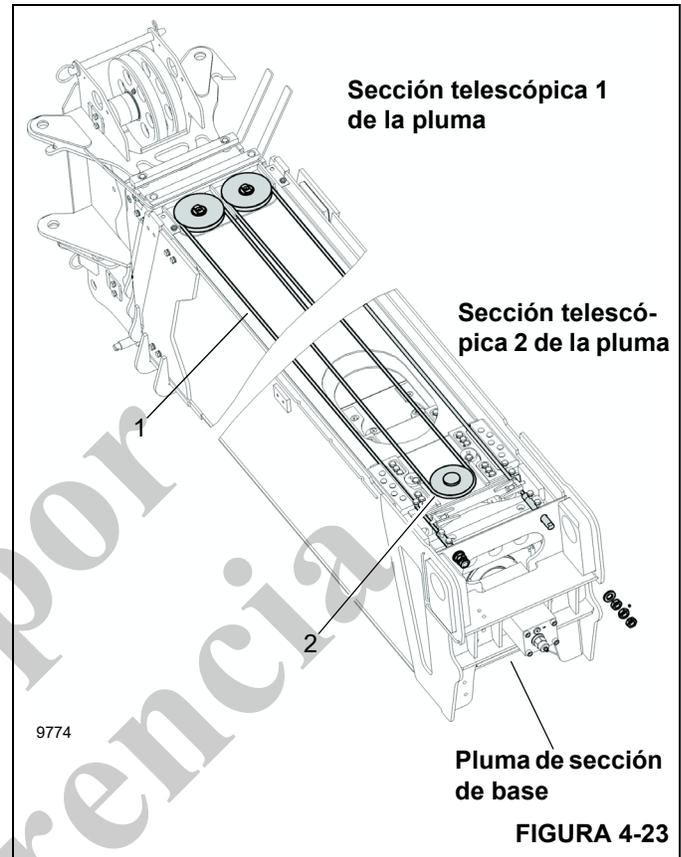

FIGURA 4-23
29. Estire el cable sincronizador de 3/8 pulg de diámetro (1, Figura 4-23), y después traiga hacia atrás los extremos roscados para formar un bucle y determine el punto central del largo de cable. Deslice este bucle central desde la parte de adelante hacia atrás por la ranura de anclaje del cable en la base y la parte superior de la sección telescópica 2 de la pluma. Deslice la polea retenedora (2) en esta ranura desde la parte de atrás hacia adelante de manera que la parte elevada de la polea se deslice en la ranura de la placa de anclaje del cable. Tire de este bucle de cable hacia adelante para trabar el cable sincronizador (1) en la sección telescópica 2 de la pluma. Coloque el conjunto de la caja de poleas (42, Figura 4-12) en la parte delantera superior de la sección telescópica 2 de la pluma con su barra superior hacia arriba y hacia adelante. Pase los dos extremos roscados del cable hacia la parte trasera de la pluma para formar dos bucles, izquierdo y derecho, en la parte delantera de la pluma. Deslice los bucles izquierdo y derecho en los lados izquierdo y derecho de la caja de poleas.
30. Instale los cojinetes (44) en las poleas (45), aplique grasa para chasis con una brocha, instale los pasadores de extremo plano (43) en las poleas con las graseras hacia la parte trasera de la pluma y deslice los pasadores (con las poleas) en las ranuras delante del conjunto de caja de poleas. Ponga los extremos roscados del cable hacia la base de la pluma y forme un bucle sobre la base de la pluma.
los extremos roscados de los cables de extensión 2/3/4. Fije el conjunto de anclaje de cable (18) en su lugar con pernos (17) pasados por las placas laterales traseras superiores de la sección telescópica 1 de la pluma. Apriete las tuercas (21), tuercas hexagonales (20) y los tornillos de ajuste (49) según "Retención de cable" en la página 4-34. Asegúrese de que los cables sincronizadores (1, Figura 4-23) estén enhebrados sobre la parte superior del anclaje del cable de extensión 2/3/4 (18, Figura 4-12).